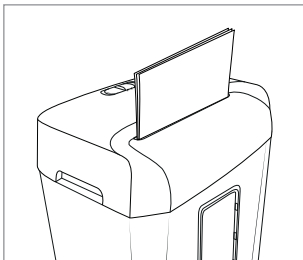

Abb. 2
- ◆ Führen Sie das Papier im Hochformat von oben mittig in die Schneidöffnung **8** ein (siehe Abb. 2). Das Gerät startet automatisch und schaltet sich auch automatisch wieder ab, wenn kein weiteres Papier zugeführt wird.
- ◆ Fassen Sie den Schneidaufsatz **5** an beiden integrierten Tragemulden **7** und setzen Sie ihn so herum auf den Auffangbehälter **10**, dass das Netzkabel **1** nach hinten und das Sichtfenster **9** des Auffangbehälters **10** nach vorne zeigt (siehe Abb. 2).